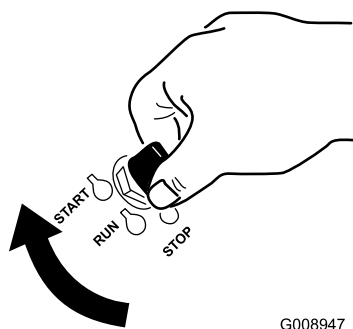

Figure 18
1. Tournez la clé de contact à la position de démarrage (Figure 18). Relâchez la clé quand le moteur démarre.
6. Tournez la clé de contact à la position de démarrage (Figure 18). Relâchez la clé quand le moteur démarre.